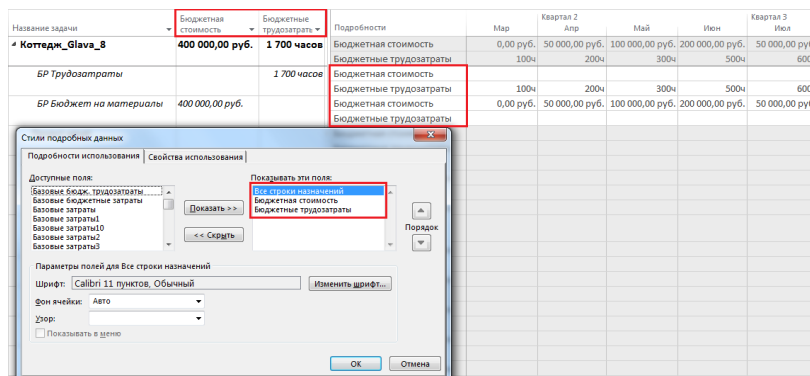

Рисунок 7.2 – Определение бюджета проекта
- Из правой части окна «Стили подробных данных» перенести в левую часть все поля, за исключением только что перенесенных полей и поля «Все строки назначений», Рисунок 7.2;